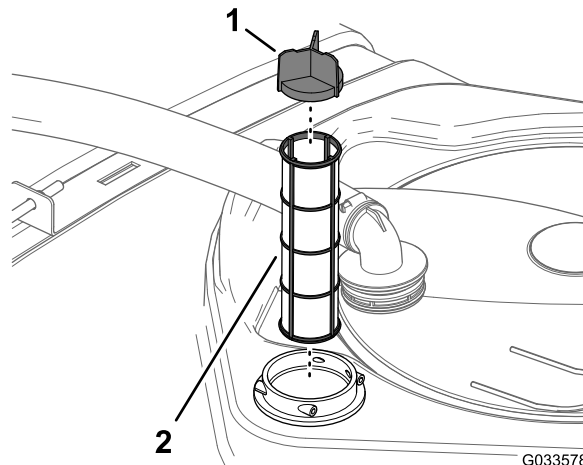

Figura 100
4. Retire el filtro de aspiración usado del alojamiento del filtro del depósito (Figura 100).